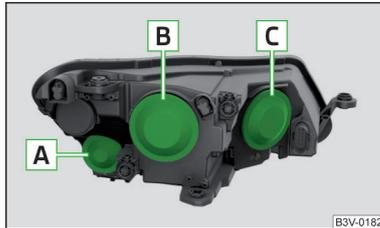

Abb. 362
Glühlampenanzordnung » Abb. 362
- › Die Schutzkappe **A** » Abb. 362 auf Seite 315 abnehmen.
- › Die Schutzkappe **A** » Abb. 362 auf Seite 315 einsetzen.
- › Die Schutzkappe **B** bzw. **C** » Abb. 362 auf Seite 315 abnehmen.
- › Die Schutzkappe **B** bzw. **C** » Abb. 362 auf Seite 315 einsetzen.